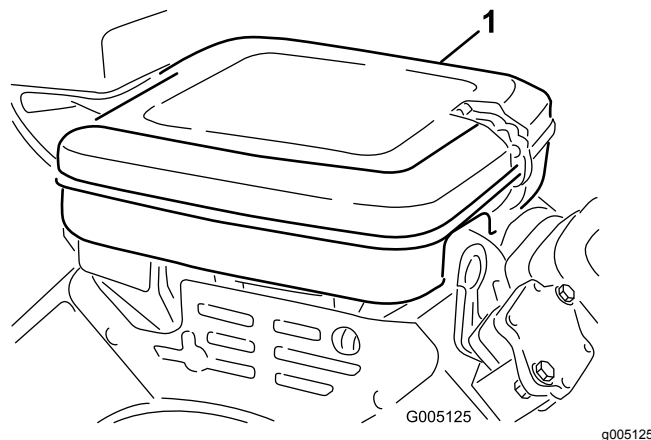

Figura 36
1. Pulite accuratamente il coperchio (Figura 36).